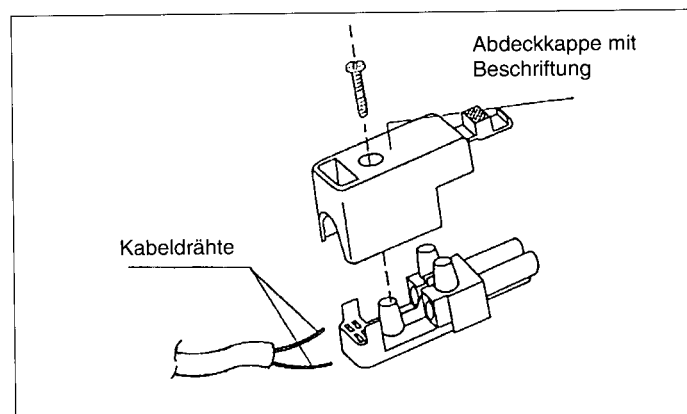

Abb. 4 Beispiel eines Steckerteils mit losgeschraubter Abdeckkappe.
- Das aufgesteckte Stecker- oder Buchsenteil abnehmen und die Abdeckkappe losschrauben (Abb.4)